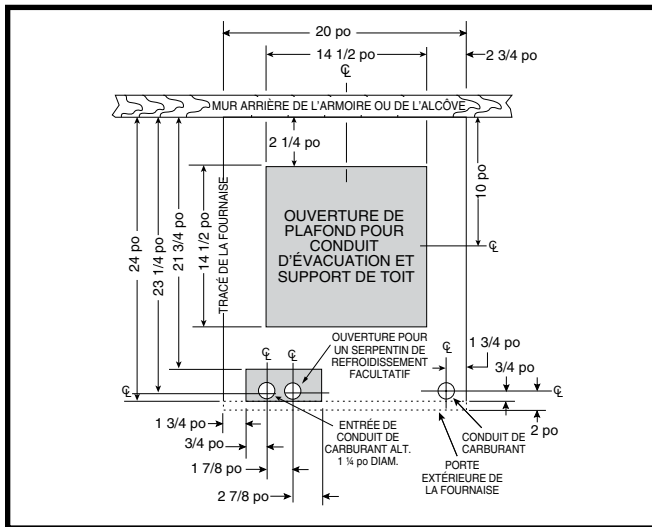
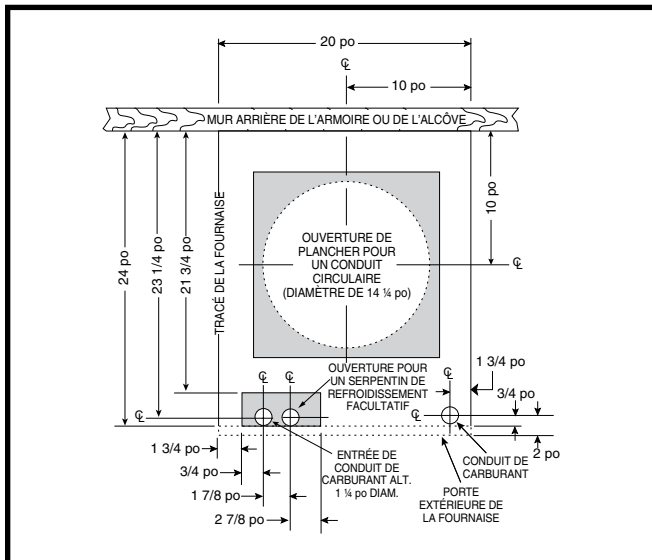

Figure 6. Dimensions du trou pour les raccords de conduits standard
Figure 7. Dimensions du trou pour les raccords de conduits circulaires
Les ouvertures dans le plancher et dans le conduit de carburant doivent être positionnées soigneusement pour prévenir les erreurs d'alignement entre la fournaise et les conduits d'aération. Pour positionner les conduits standard, consultez la Figure 6. Pour les conduits circulaires, consultez la Figure 7.
2. En utilisant la ligne centrale comme point de départ, tracez le reste du trou pour les conduits en fonction des dimensions montrées dans la Figure 6 \(page 7\) ou la Figure 7 \(page 7\).
- Mesurez et percez un trou de gaz et une ouverture pour le serpentin de refroidissement (s'il y a lieu). Consultez la Figure 6 ou Figure 7.